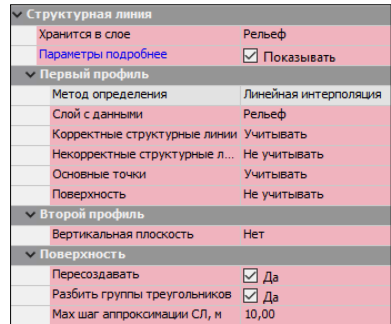

Рис. 6.10
- Затем построим еще одну СЛ, которая будет проходить по верху обрыва (точки под номерами 91, 126, 127). В окне параметров установите настройки, как показано на рис. 6.10 и нажмите кнопку **Применить**. Обратите внимание, как перестроилась поверхность с учетом созданных СЛ.